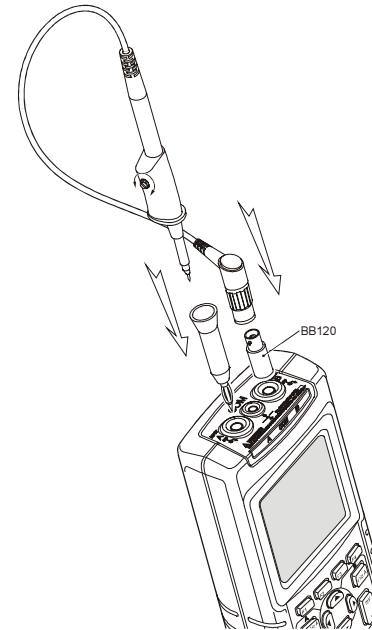

図 2-3. スコープ・プローブの調整
- 10:1 スコープ・プローブを灰色 B 入力ジャックから赤色 A 入力ジャックへ接続します。赤色 4-mm パナナ・アダプター (プローブに付属) とシールド付バナナ・BNC アダプター (BB120) を使用してください。図 2-3 を参照してください。